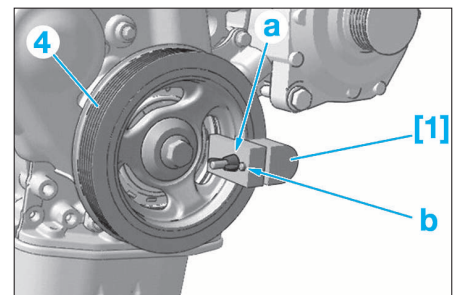
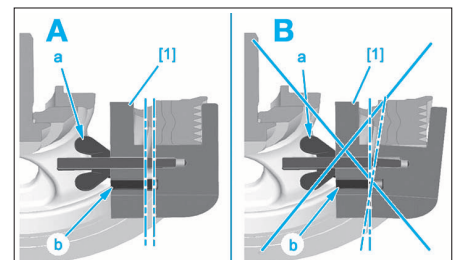

FIG. 21
FIG. 22
- Poser l'outil [1] (Fig.21) sur la poulie (4).
- Veiller à ce que le pion de centrage (b) (Fig.21 et 22), soit correctement insérer. La figure 22 représente en A le montage vue en coupe du dispositif. Il est impératif que le montage de l'outil [1] soit correct, sous de détériorer la courroie irrémédiablement.